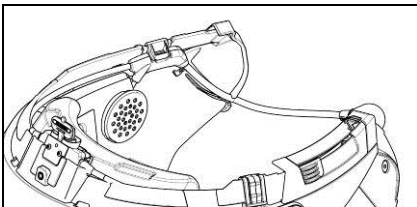

Abb. 4
- Positionieren Sie das Mikrofon in dem dafür ausgesparten Bereich auf der rechten Seite des Helms, indem Sie den Metallausleger in den auf dem Helm im Bereich der Halterung des Kinnschutzes vorhandenen Führungsschlitz einfügen (Abb. 4).